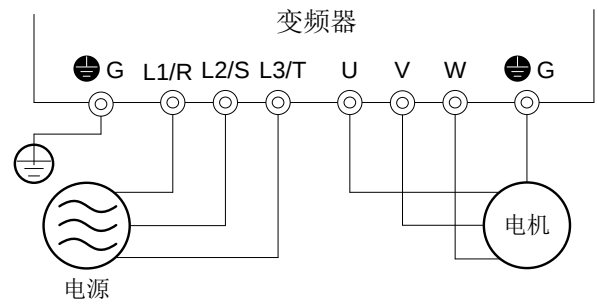

图 4.1 主回路端子的连接图
- (1) 主电源输入端子（L1/R, L2/S, L3/T）、变频器输出端子（U, V, W）及变频器接地端子（G）是否连接正确。（参照图 4.1）